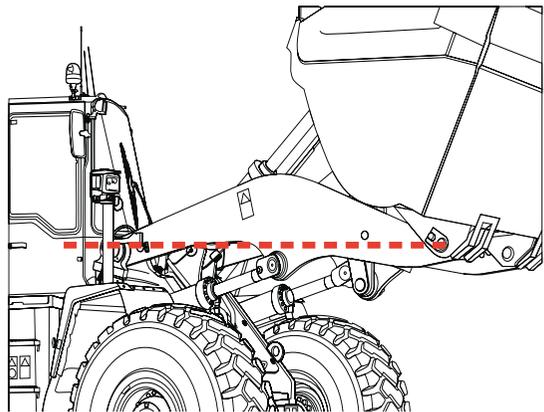

Fig. 1
- 1 Heben Sie das Hubgerüst an, so dass es etwas über der Waagerechten steht (Bild 1) Halten sie die Halterung für den Näherungsschalter an und markieren Sie die Bohrlöcher.